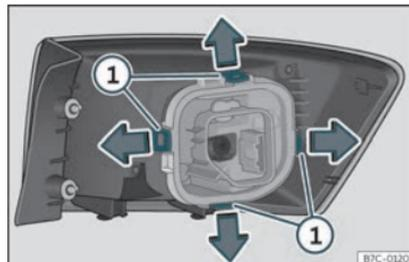

Fig. 50 Languettes de fixation au dos du feu arrière.
- Démontez la douille en déverrouillant les languettes de fixation»» fig. 50 ①.